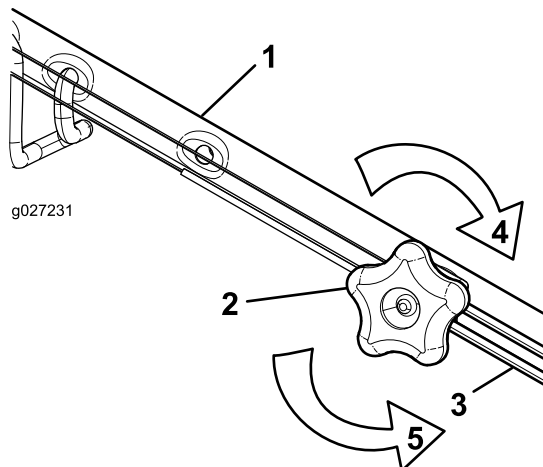

Figura 47
1. Gire el pomo de ajuste en sentido antihorario para aflojar el cable (Figura 47).
2. Ajuste la tensión del cable (Figura 47) tirando del mismo hacia atrás o empujándolo hacia adelante, y sujételo en esa posición.